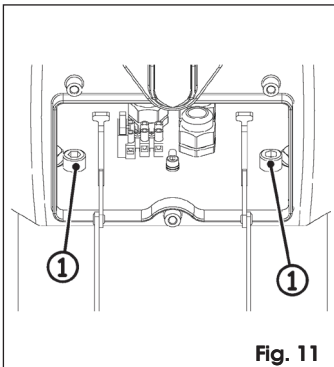

Fig. 11
9. Ouvrir de nouveau le compartiment central et visser les deux vis, Fig. 11 réf. ①.